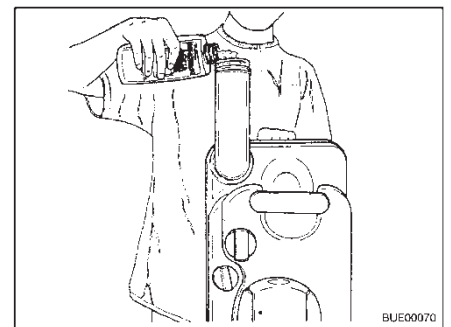

Fig. 177 Rifornimento di liquido sanitario
- Versare la quantità indicata di liquido sanitario nel serbatoio fecale (Fig. 177).